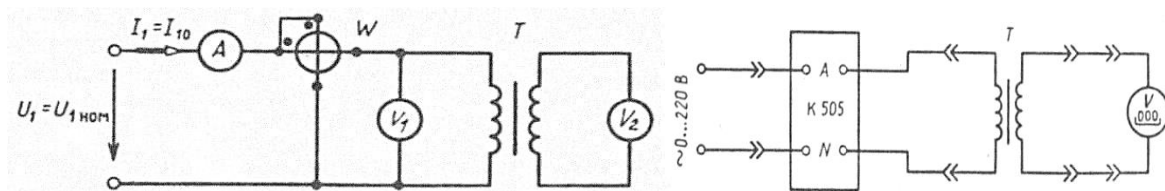

Рисунок 1 – Принципиальная и монтажная схема
- в соответствии с принципиальной схемой (рисунок 1) собрать электрическую цепь для проведения опыта холостого хода трансформатора по монтажной схеме питание электрической цепи осуществлять от регулируемого источника синусоидального напряжения;